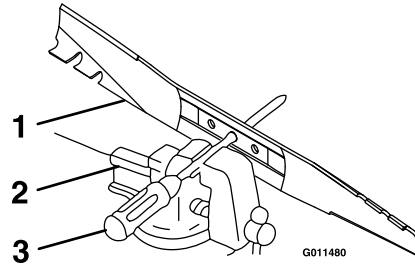

Figure 21
- C. Vérifiez l'équilibre de la lame en plaçant le trou central sur un clou ou la tige d'un tournevis serré horizontalement dans un étau (Figure 21). Si une extrémité de la lame tourne vers le bas, limez cette extrémité (pas le tranchant). La lame est correctement équilibrée quand elle ne tombe ni d'un côté ni de l'autre.